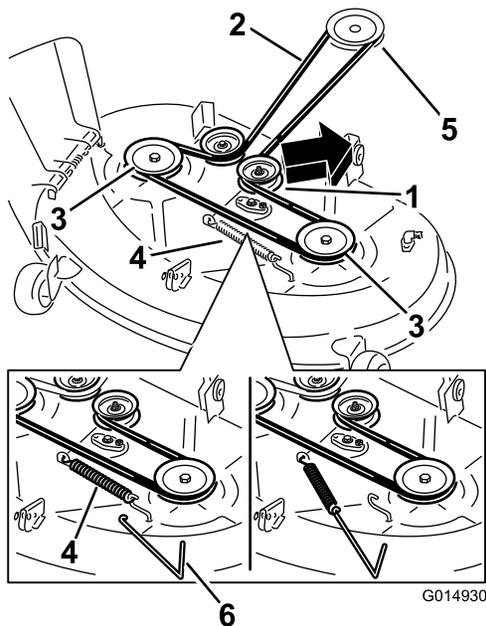
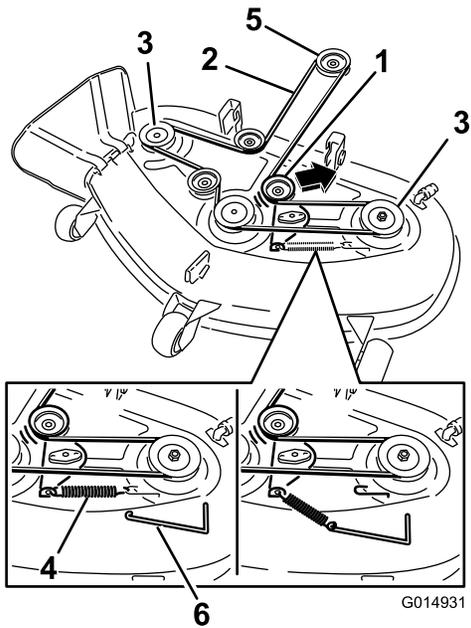

Figura 56
Figura 57
5. Usando una herramienta para la retirada de muelles (Pieza Toro N° 92-5771), retire el muelle tensor del gancho de la carcasa para eliminar la tensión de la polea tensora, y retire la correa de las poleas (Figura 56 y Figura 57).
6. Pase la correa nueva alrededor de las poleas del motor y del cortacésped (Figura 57).